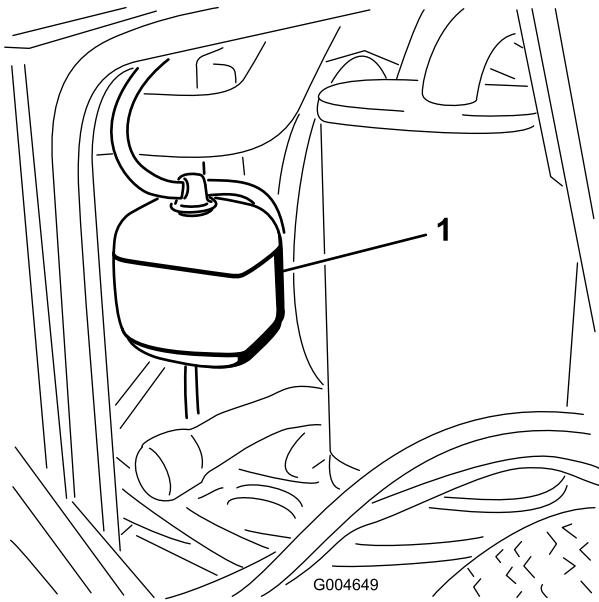

図 55
- 液量の点検は補助タンクで行う(図 55)。タンク側面についている2本のマークの間にあれば適正である。